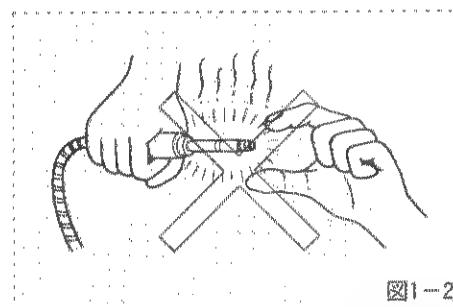

図1-2
- ⑦ コネクターの取り扱いに注意してください。(図1-2)